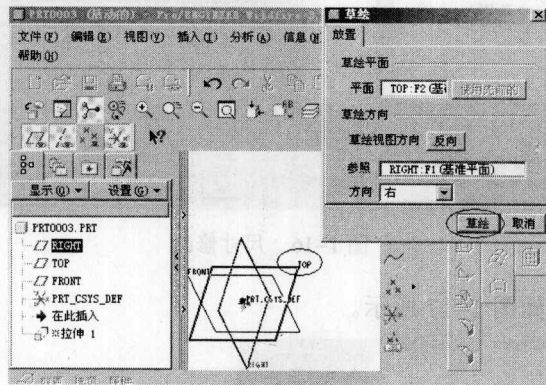

图 1-12 【草绘】对话框
- (3) 出现【草绘】对话框后,移动鼠标到绘图区,选择 TOP 平面为绘图面,接着在【草绘】对话框中单击【草绘】按钮,如图 1-12 所示。